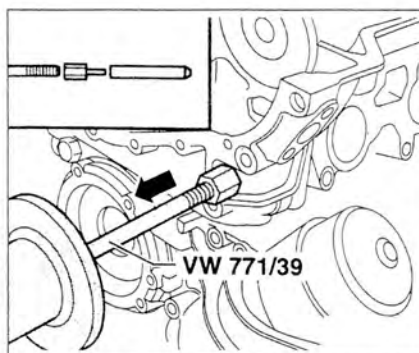

Рис. 2.39. С помощью съемника VW 771/1 и адаптера VW 771/39 выпрессуйте болт крышки подшипника.
16. С помощью съемника VW 771/1 и адаптера VW 771/39 выпрессуйте болт крышки подшипника (рис. 2.39).